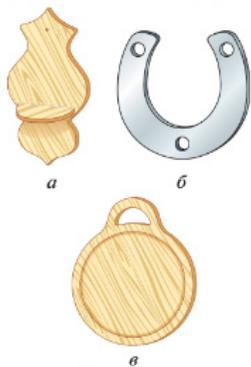

Рис. 5.66. Образцы изделий
1. Используя предложенные образцы (рис. 5.66), информацию из Интернета или собственные идеи, сконструируйте изделие, при изготовлении которого необходим ручной электрифицированный или аккумуляторный инструмент.